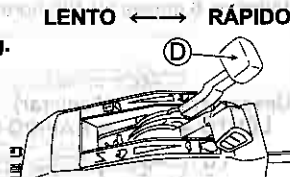

Fig. 19. (W721 / W721PRO)
5 Ajuste a velocidade de corte com a alavanca de velocidade (D). (Veja a fig. 19.)